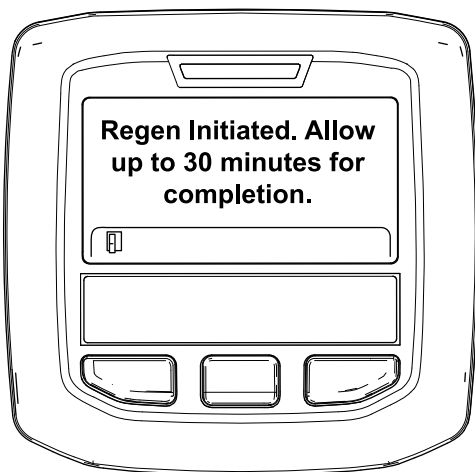

Figure 37
- Si la régénération est autorisée, le message « Regen Initiated. Allow up to 30 minutes for completion » (régénération lancée. Durée max. 30 minutes) s'affiche sur l'InfoCenter. Attendez que la machine achève le processus de régénération en stationnement (Figure 37).